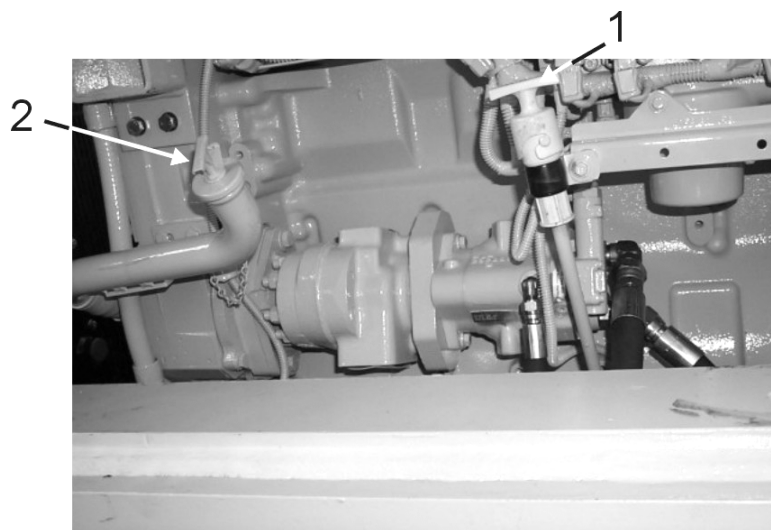

Рис. 5.28. Проверка уровня масла в масляном поддоне двигателя
Уровень масла в масляном поддоне двигателя следует проверять при остановленном двигателе. Для получения точного результата замер уровня масла следует производить через несколько минут после остановки двигателя для того, чтобы дать возможность стечь маслу в масляный поддон двигателя. Открыть правую боковую дверку в маске (передней облицовке) двигателя. Вынуть мерный щуп (1, Рис. 5.28.) и вытереть с него масло. Полностью вставить щуп в отверстие. Затем вынуть щуп и проверить уровень масла.
6. Влить в масляный поддон двигателя чистое, моторное масло (Рис. 5.28). Смотри пункт "КАРТА СМАЗКИ МАШИНЫ". Проверить уровень масла в масляном поддоне двигателя в порядке, описанном выше в пункте 5.11.1.